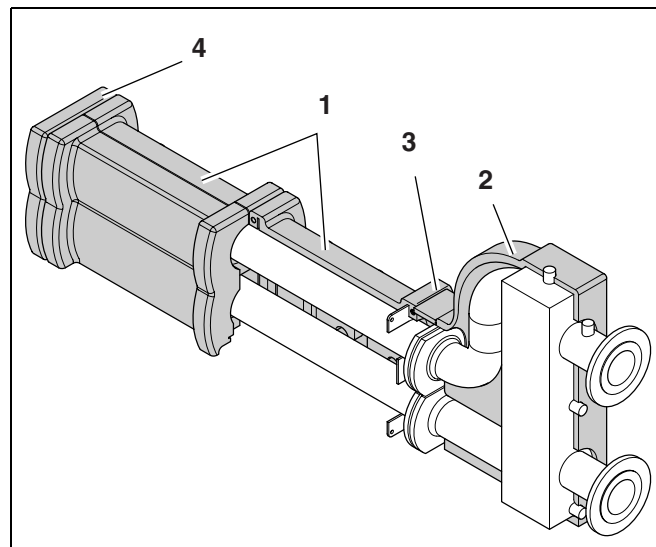

Рис. 9 Сборная линия
- Установите задние оболочки на сборной линии (рис. 9, **поз. 1**).
- Установите заднюю часть оболочки на открытый распределитель (рис. 9, **поз. 2**).
- При необходимости обрежьте часть оболочки до требуемого размера (рис. 9, **поз. 3**).
- Установите переднюю теплоизоляционную оболочку гидравлического разделителя. При необходимости обрежьте оболочку до требуемого размера (рис. 9, **поз. 3**).
- Установите заглушку на сборную линию (рис. 9, **поз. 4**).